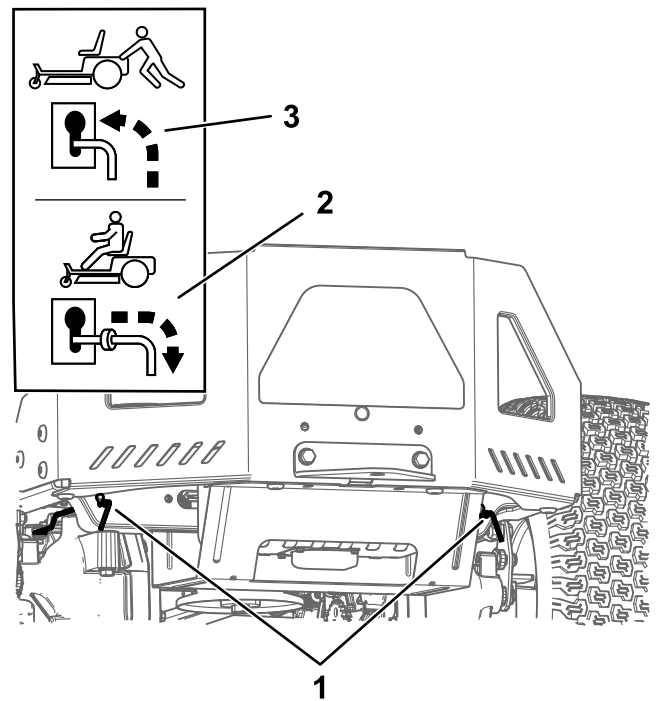

Figura 31
4. Deplasați ambele manete de bypass spre față și în jos prin orificiu pentru a le bloca (Figura 31).